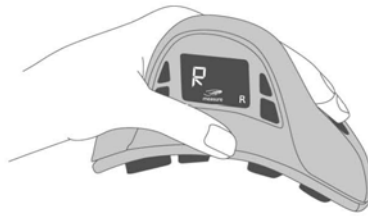

Figura 7. Sujetando el dispositivo MilkSense
2. Utilizar el dispositivo como se muestra en la figura 7 y presione el botón que se encuentra debajo de su dedo mayor [el botón "Izquierda" o "Derecha" (Fig. 1) de acuerdo al lado del pecho que usted elija]. Un símbolo de la mano () y el lado elegido ("L" o "R") aparecen en la pantalla y el dispositivo espera el contacto con el cuerpo. Si usted cambia de opinión sobre el lado que desea medir, puede pulsar el botón del otro lado que desea cambiar y cambiar la mano que sostiene el dispositivo. Para cancelar el procedimiento, puede pulsar sobre cualquiera de los botones de aplicaciones al lado de la pantalla. Después de 30 segundos, la pantalla se apaga y usted tendrá que pulsar el botón Izquierda / Derecha de nuevo para reanudar mediciones.